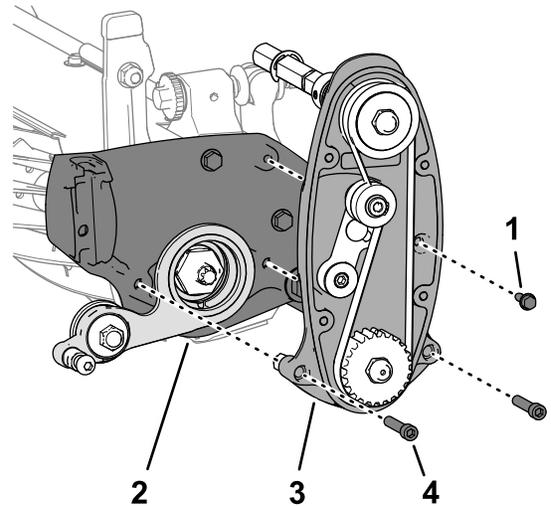

图 17
1. 如图17所示将怠轮总成与滚刀组对齐。
2. 使用您在4卸下滚刀驱动总成(页码4)中拆下的2个六角头螺丝5/16 x 1 1/2英寸和锁紧螺母5/16英寸将怠轮总成和滚刀驱动总成组装到滚刀组上图17。
3. 使用凸缘头螺丝1/4 x 3/4英寸将滚刀驱动总成组装到滚刀组上图17